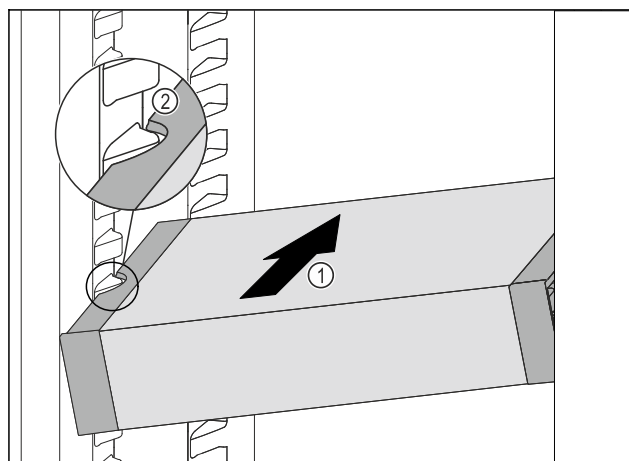

Fig. 107
- ▶ VarioSafe zasúvajte šikmo do chladničky Fig. 107 (1), kým sa bočné vybraná Fig. 107 (2) VarioSafe nebudú nachádzať vo výške rebra nádoby v chladničke.